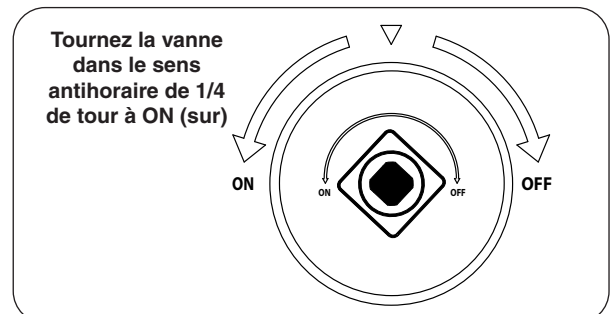

Fig. 36-2 SUR/ÉTEINDRE vanne clé détail
2. Tournez la SUR/ÉTEINDRE vanne clé de la hauteur dans le sens antihoraire de 1/4 de tour à la position **ON** (sur) (Fig. 36-2).